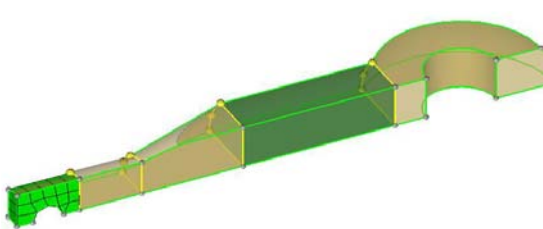

图 5-58 划分一小块 3D 网格
(2) 将 along parameters 下的按钮切换到 elem size，并输入 0.2，然后将 volume to mesh 下的 solid 按钮激活。
(3) 选择图形区中最左边的一小块实体，并单击 mesh 按钮。这一小块便生成了 3D 网格单元，如图 5-58 所示。